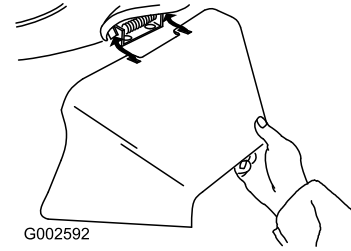

Figura 27
3. Instale el conducto de descarga lateral y cierre la puerta sobre el conducto (Figura 27).